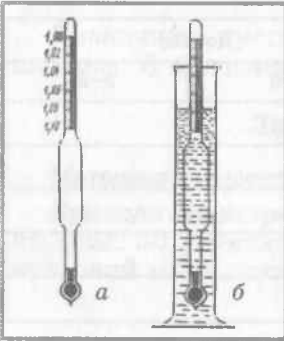

Рис. 51. Денсигметр:
1. Густина рідких матеріалів визначають денсигметри (рис. 51), або ареометрами.